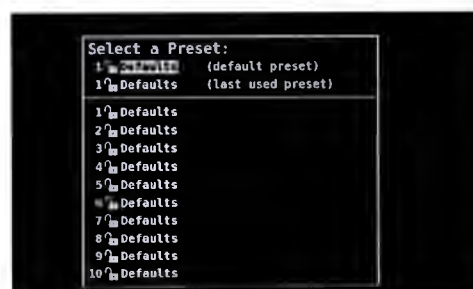

Рисунок 80. Экран запуска.
2. ЖК-дисплей загорается и отображает логотип Nonin (Рис. 80).